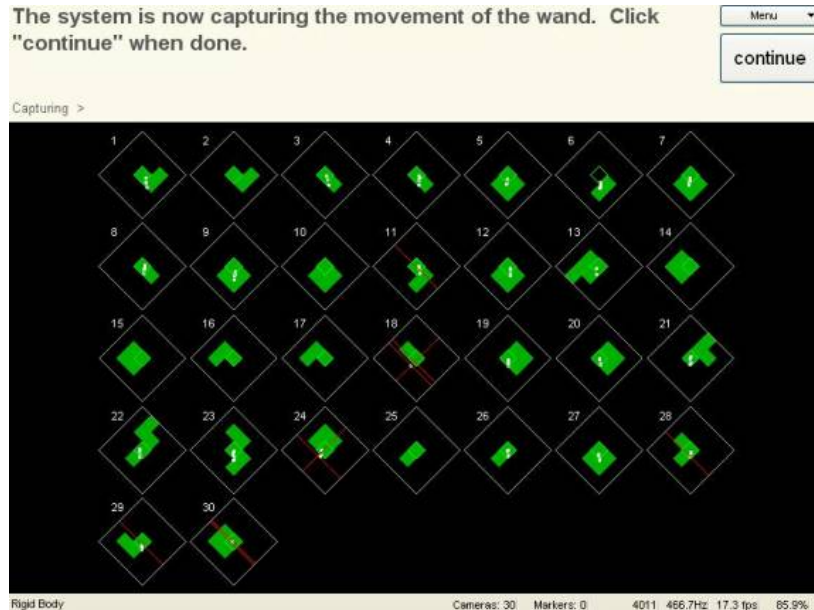

Figura 11: Fase di calibrazione con Calibration Wizard.
3. si presenterà una schermata (mostrata in Figura 11) che indica che può iniziare il processo di calibrazione; la Calibration Wand va mossa in tutto lo spazio operativo finchè tutte le telecamere non hanno acquisito dati sufficienti: un metodo per fare ciò è mantenere l'asta in posizione verticale e tracciare cilindri di raggio crescente nello spazio operativo partendo dal centro; più dati verranno acquisiti (i rombi visibili in Figura 11 si riempiranno di verde) e più la calibrazione sarà accurata; una volta soddisfatti della quantità di dati acquisiti cliccare su *Continue*;